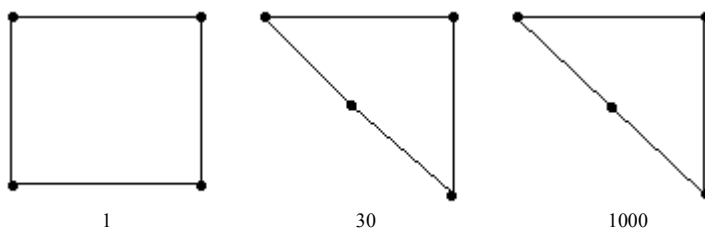

图 4.5.14 四边形网格 Jacobian Ratio (二)
- 能够满足四边形单元或块单元的 Jacobian Ratio 为 1，需保证所有的边都平行或任何边上的中间节点都位于两个焦点的中间位置。图 4.5.14 所示的是 Jacobian Ratio 为 1、30、1000 时的四边形网格，此四边形网格可以生成 Jacobian Ratio 为 1 的六面体网格。